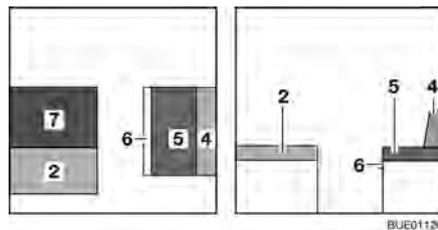

Fig. 112 Pendant la transformation
- Placer le coussin supplémentaire (Fig. 112,7) sur la table.